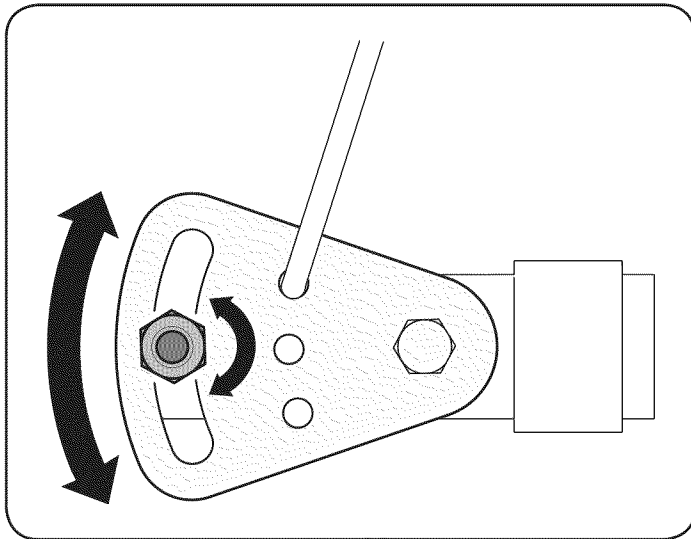

Figura 23
Si toda la gama de velocidades (adelante y atrás) no se puede lograr, se refieren a la Figura 23 y ajustar el cable de cambio de la siguiente manera:
6. Afloje la tuercas hexagonal en el soporte de cambio de índice de cable. Véase la figura. 23.